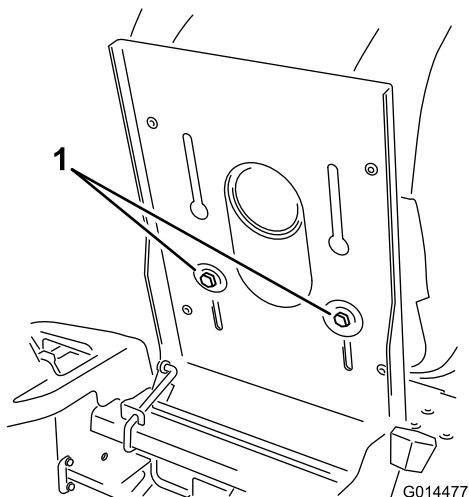

Figura 24
1. Alzate il sedile e allentate i bulloni di regolazione appena a sufficienza per poter muovere il sedile (Figura 24).